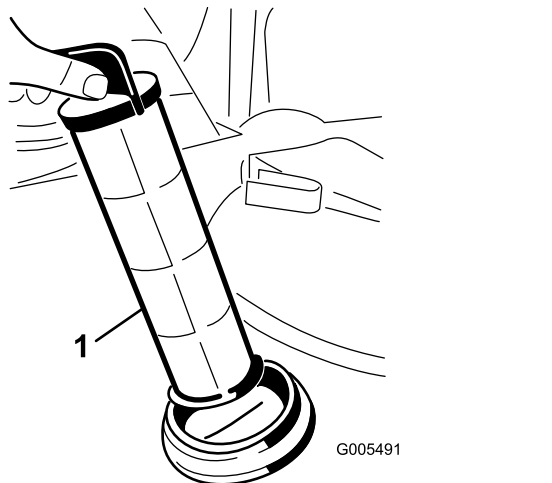

Figura 25
4. Estraete il filtro di aspirazione dall'alloggiamento del filtro nel serbatoio (Figura 25).